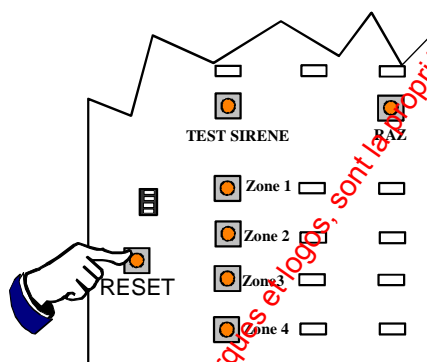

Figure 7 : Accès au mode Test
- Appuyer sur le bouton poussoir RESET, situé sur la carte électronique de la centrale (Fig. 7).
Appuyer deux secondes sur le bouton TEST situé sur la carte électronique de la centrale (voir figure 7). Les deux voyants Energie et Marche s'éteignent, et la mélodie « ta...ta ta ta ta ta » est diffusée par la centrale.